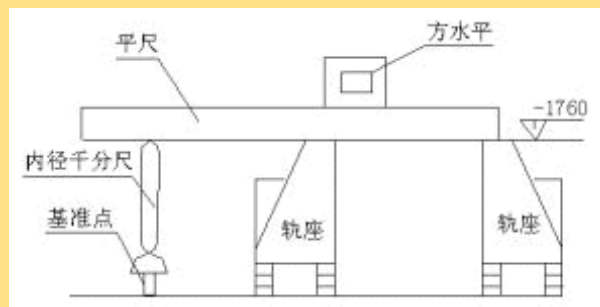

图5 轨座找标高示意图
1.2.3 轨座找标高 以轨座旁预先埋设的基准点为标准，用平尺及内径千分尺进行测量，允许误差为±0.3mm，步骤见图5。